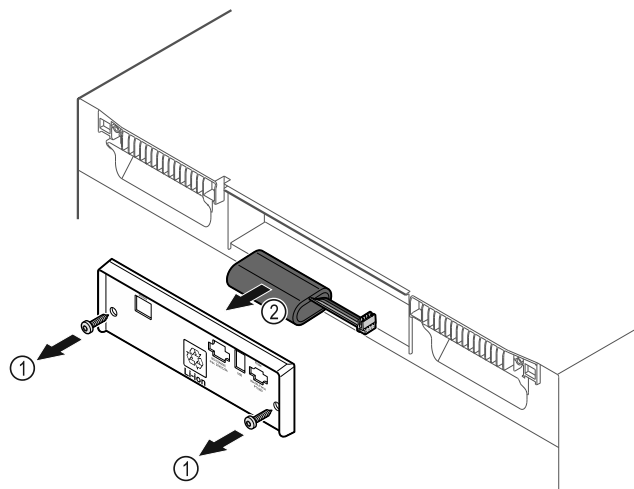

Fig. 238
- ▶ Dévisser les vis et retirer le couvercle situé à l'arrière de l'appareil Fig. 238 (1).
- ▶ Débrancher et retirer la batterie Fig. 238 (2).